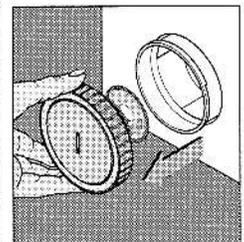

Bild 3
- den Laugenpumpeneinsatz herausziehen und reinigen (Bild 3)